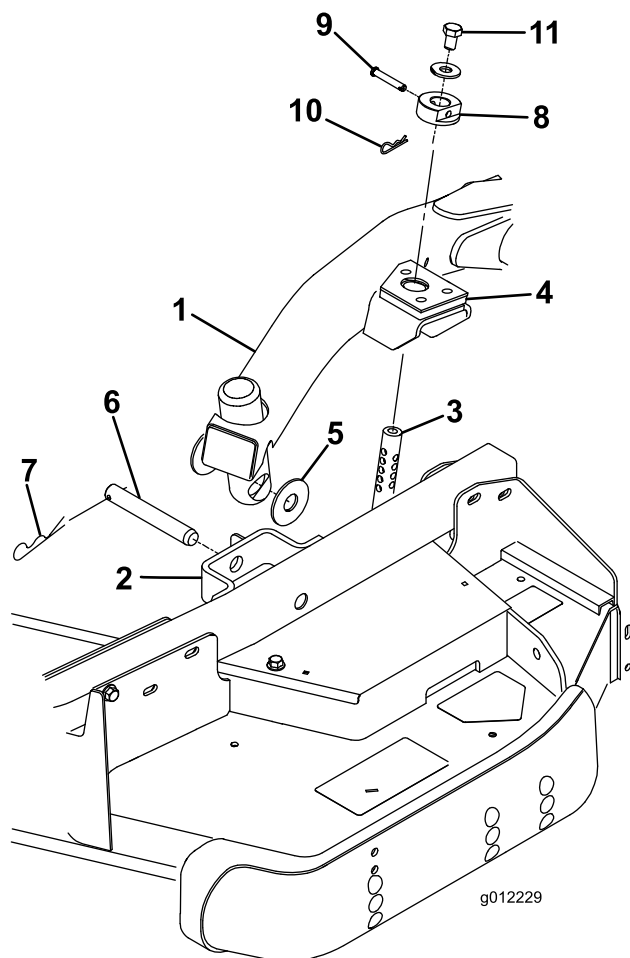

Figura 3
2. Mueva la palanca de elevación a la posición Flotar. Empuje hacia abajo uno de los brazos de elevación hasta que los taladros del brazo de elevación estén alineados con los taladros del soporte del brazo de la rueda giratoria, y la varilla de ajuste de la altura de corte pueda introducirse en los alojamientos del brazo de elevación (Figura 3).
3. Fije el brazo de elevación al brazo de la rueda giratoria con (2) arandelas de empuje, un pasador y un pasador de horquilla. Coloque las arandelas de empuje entre el brazo de elevación y el soporte del brazo de la rueda giratoria (Figura 3). Introduzca el extremo del pasador de horquilla en la ranura de la pestaña del brazo de la rueda giratoria para retener el pasador.
7. Instale los collares de ajuste de la altura de corte sobre las varillas de ajuste de la altura de corte y fíjelos con los pasadores y los pasadores de horquilla (Figura 3). Oriente la cabeza del pasador hacia la parte delantera de la carcasa.
8. Instale un perno de 1/2 x 3/4 pulgada y una arandela en la parte superior de cada varilla de ajuste de la altura de corte (Figura 3).